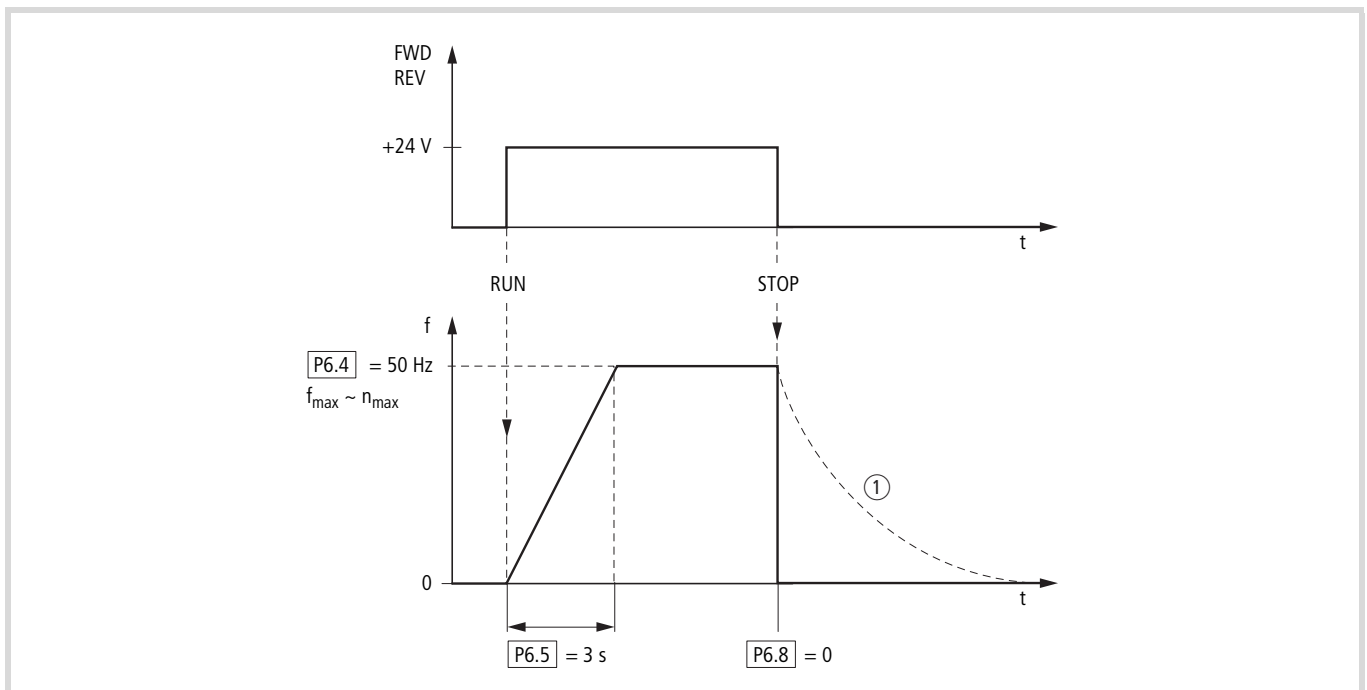

Figure 59 : Ordre de Démarrage-Arrêt avec tension de consigne maximale et rampe d'accélération de 3 s
La figure 59 de la page 61 schématise un exemple d'évolution, lorsque le signal de validation (FWD/REV) est activé et que la tension de consigne maximale (+10 V) est appliquée. Sur le plan de la vitesse, le moteur suit la fréquence de sortie en fonction de la charge et du couple d'inertie (glissement), de zéro jusqu'à  $n_{\text{max}}$ .
En cas de désactivation du signal de validation (FWD, REV) en cours de fonctionnement, l'onduleur est aussitôt stoppé (STOP) et la fréquence de sortie positionnée sur zéro. Il y a blocage du régulateur : le moteur s'arrête de manière non contrôlée (voir ① figure 59, page 61).